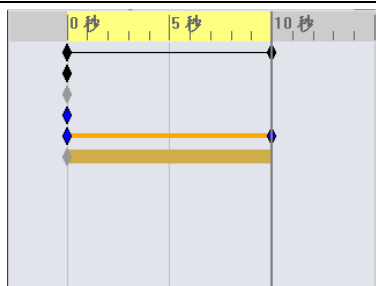
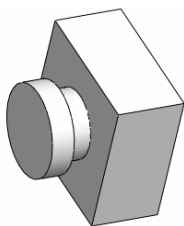
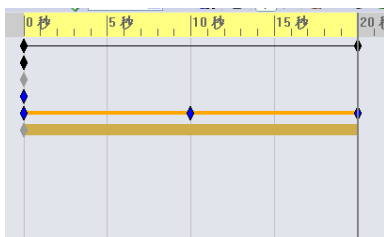

图 13-19 MotionManager 界面
图 13-20 动画
图 13-21 MotionManager 界面
- ⑨ 单击“运动算例 1” MotionManager 上的“播放”  图标按钮，视图中的“同轴心 1”零件沿 z 轴正向运动。动画如图 13-18 所示，MotionManager 界面如图 13-19 所示。
- ⑩ 在“选择动画类型”对话框中的“解除爆炸”单选按钮。
- ⑪ 单击“运动算例 1” MotionManager 上的“播放”  图标按钮，视图中的“同轴心 1”零件向 Z 轴负方向运动。动画如图 13-20 所示，MotionManager 界面如图 13-21 所示。